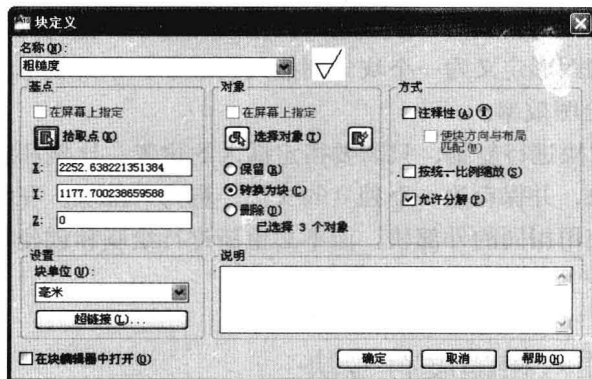

图 6-1-4
(4) 在“常用”选项卡“块”面板中单击“创建”按钮，或者选择菜单命令“绘图/块/创建”。
(5) 打开“块定义”对话框，在名称框中输入块名称为“粗糙度”，在“对象”项目下选择“转换为块”，单击“选择对象”按钮，“块定义”对话框暂时消失，单击选择需要设置为块的三条直线对象，按 Enter 键完成对象选择。此时重新打开了“块定义”对话框，在该“对象”项目下显示“已选择了三个对象”。
(6) 在“基点”项目下，单击“拾取点”按钮，“块定义”对话框暂时消失，命令行提示“指定插入基点”，在视图中捕捉 A 点作为基点。此时重新打开了“块定义”对话框，显示基点的坐标，如图 6-1-4 所示。